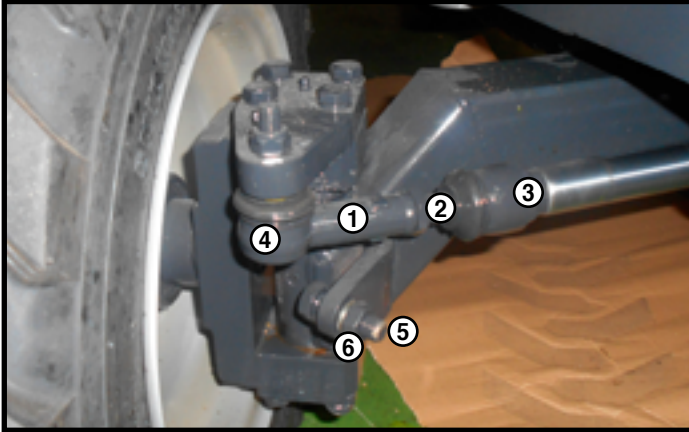

Fig.14
1) DIRECCIÓN (Fig. 14)
1a) REGULACIÓN DEL ANGULO DE GIRO DE LAS RUEDAS (Fig. 14)
1) DIRECTION (Fig. 14)
1a) ADJUSTMENT OF THE ANGLE OF ROTATION OF THE WHEELS (Fig. 14)